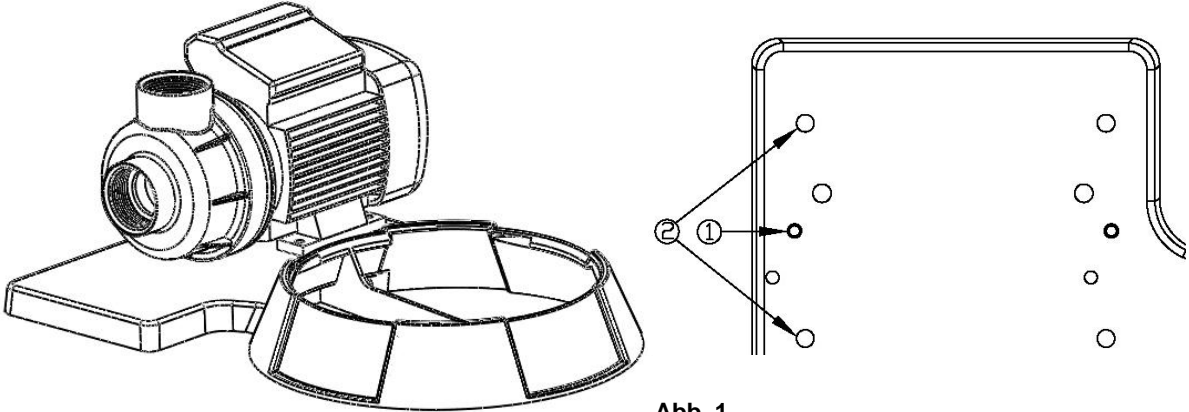

Abb. 1
- 1. Befestigen Sie die Pumpe neben dem Sandfilter mit den gelieferten Schrauben. (Abb. 1) Befestigung kann zwischen den verschiedenen Modellen variieren.